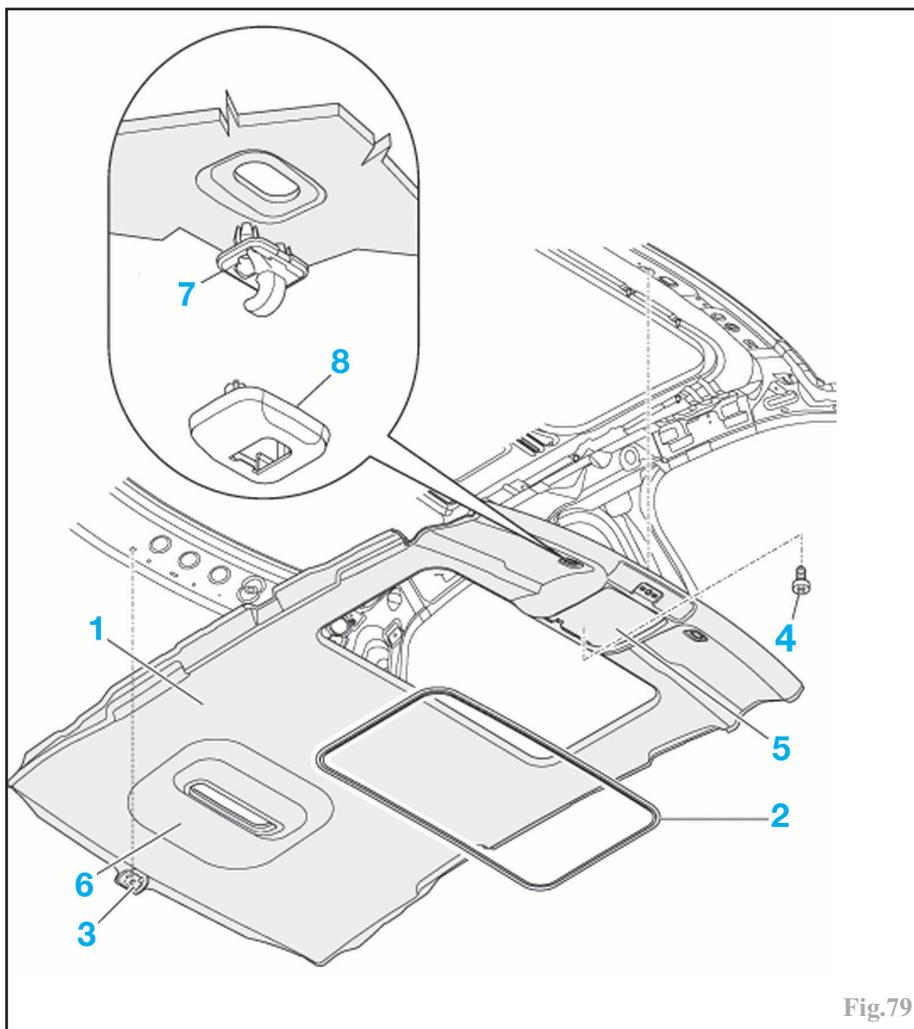

Fig.79
- le palier central de pare-soleil (7) (Fig.79),
- le capuchon (8)